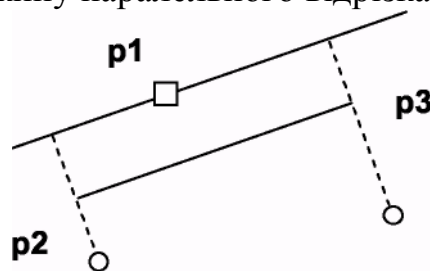

Рис. 1.9. Побудова відрізка, паралельного до заданої прямої
1) паралельний відрізок. Побудови на кресленні: а) указати графічним курсором пряму (крапка p1), що повинна бути паралельна шукана пряма; б) задати чисельне значення відстані між паралельними прямими в панелі властивостей вікна «Відстань»; в) указати графічним курсором дві крапки p2 і p3, що належать допоміжним прямим, що обмежують довжину паралельного відрізка (рис. 1.9).